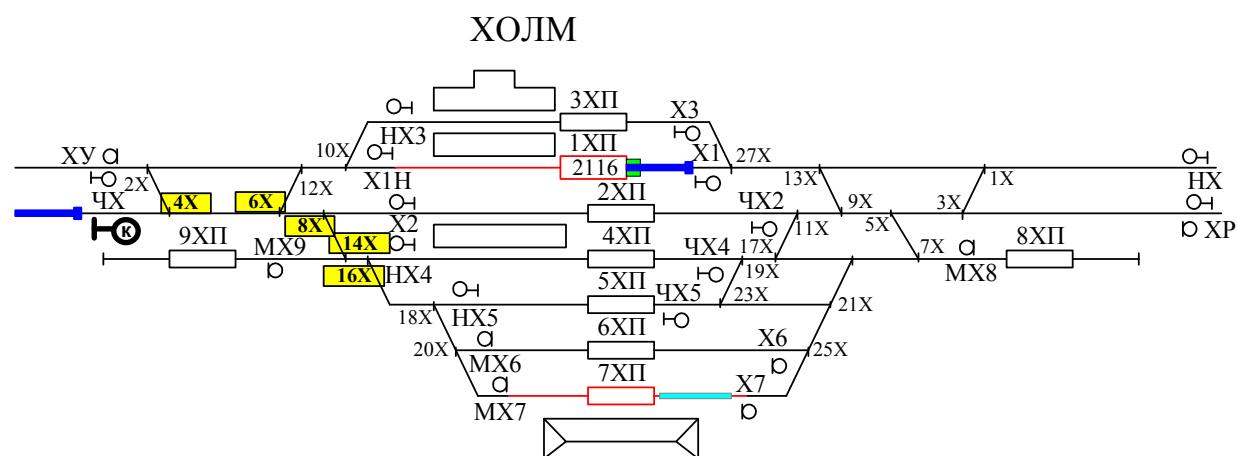

Рис. 8. Подготовка маршрута приема при запрещающем показании входного сигнала
*Стрелки окрашиваются в белый цвет, и автоматически осуществляется переход в основной режим «Маршруты» (рис. 8).*